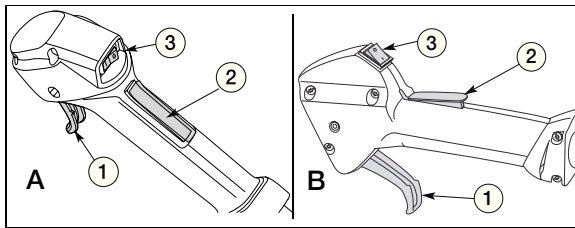

Fig. 17
**Описание деталей – Рис. 17–19.**